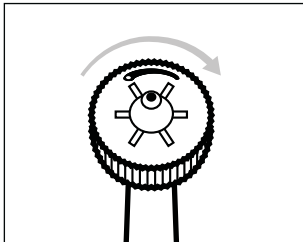

Fig. 6
- ◆ Drej børsteregulatoren ❶ med fingrene med uret, så der dannes en multistråle, hvorefter du kan få tandkødsmassage (se fig. 6 og 7).